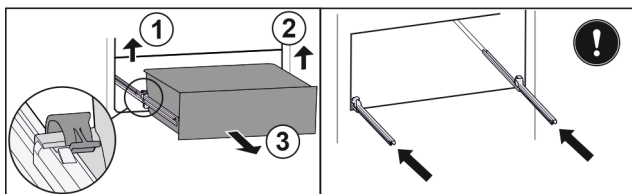

Fig. 101
- Приподнимите левый зажим и одновременно вытяните движением вперед выдвижной ящик слева. Fig. 101 (1)
- Приподнимите правый зажим и одновременно вытяните движением вперед выдвижной ящик справа. Fig. 101 (2)
- Извлеките выдвижной ящик движением вперед. Fig. 101 (3)